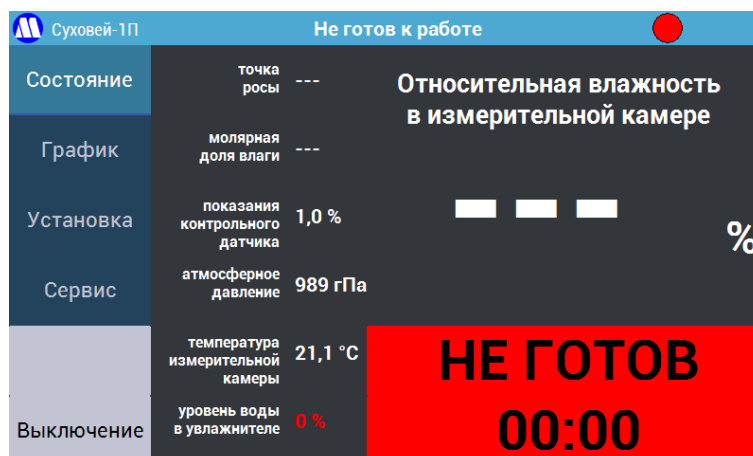

Рисунок 22 – Первое включение.
8.1.10. Включите питание генератора кнопкой на лицевой панели. Дождитесь включения и окончания подготовки прибора к работе (Рисунок 22). Так как при первом включении вода в увлажнителе отсутствует, появится соответствующее сообщение и статус «Не готов».